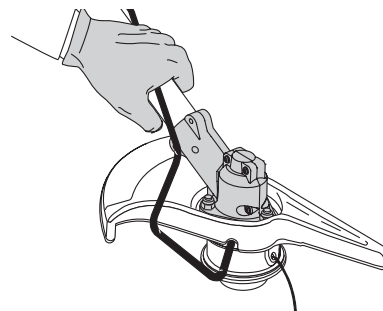

Fig. 8
2. Sostenga la varilla de cierre en su lugar junto al brazo de la unidad (Fig. 8).